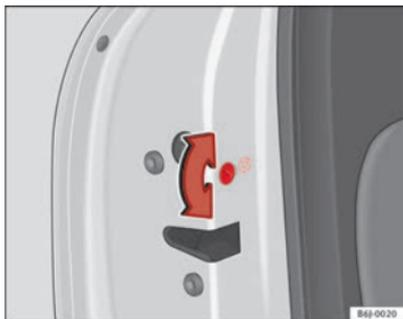

Fig. 44 Sistema de segurança para crianças na porta da esquerda
- Com a porta aberta, rode a ranhura com a chave do veículo no sentido anti-horário nas portas esquerdas ⇒ Fig. 44 e no sentido horário nas portas direitas.
- Com a porta aberta, rode a ranhura com a chave do veículo no sentido anti-horário nas portas direitas e no sentido horário nas portas esquerdas ⇒ Fig. 44.